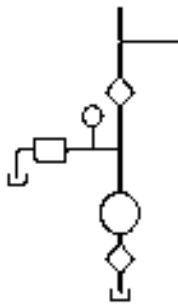

图 17.8.18 绘制直线(四)
(1) 绘制图 17.8.18 所示的两条直线。
① 确认状态栏中的 (正交模式) 按钮处于显亮状态。
② 用   命令, 绘制图 17.8.18 所示长度值为 60 的垂直直线。
③ 按 Enter 键以重复“直线”命令, 以步骤②绘制的垂直直线的中点为起点, 绘制长度值为 55 的水平直线。绘制的直线如图 17.8.18 所示。